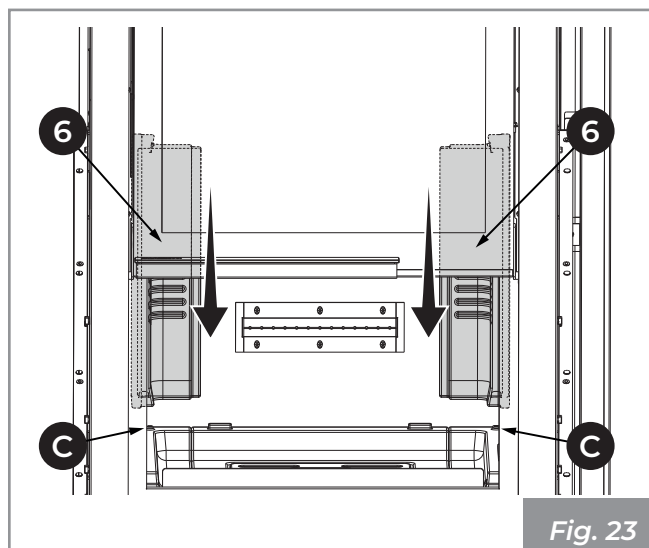

Fig. 23
- 7) Apoyar las placas angulares en refractario (6) en la cámara de combustión y hacerlo deslizar delicadamente hasta su posición, centrándolo con los protuberancias (C) presentes en la base en refractario (Fig. 23).